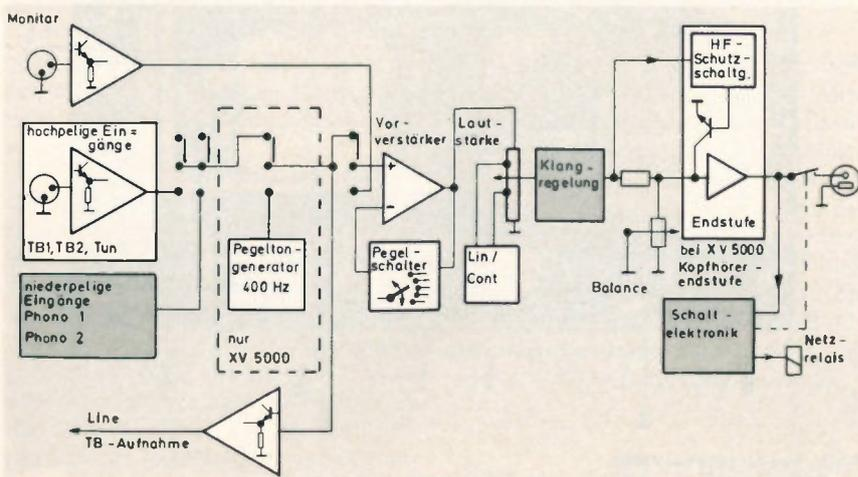

Bild 4 Blockschaltung des Verstärkers V5000
**Bild 4** zeigt im Überblick den elektrischen Aufbau des Gerätes. Die dunkel gekennzeichneten Schaltungen werden nachfolgend ausführlich erläutert. Der Endstufenbaustein wird gesondert beschrieben (Seite 45). Schaltbildauszüge stellen bei NF-Schaltung den linken Kanal dar, es sind die entsprechenden R- und C-Nummern angegeben. Die Pläne sind teilweise vereinfacht wiedergegeben, um wesentliche Funktionen hervorzuheben.